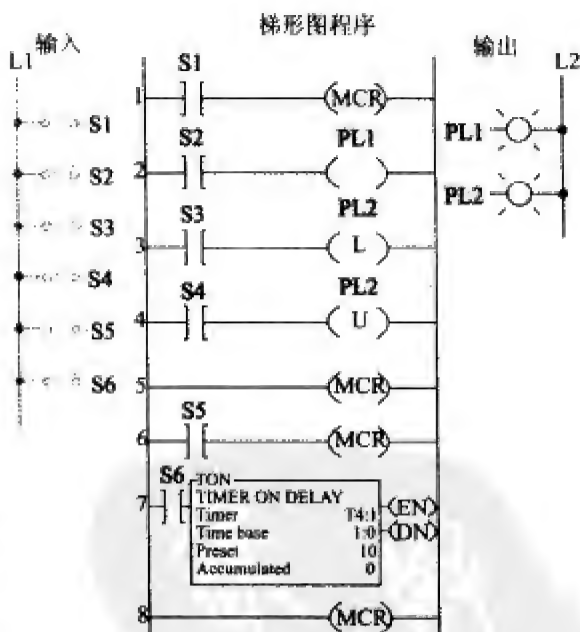

图 9-26
1. 针对图 9-26 所示的 MCR 程序，按顺序回答问题，假设程序已经输入到 PLC 中且 PLC 已经处于运行模式，所有开关都断开。